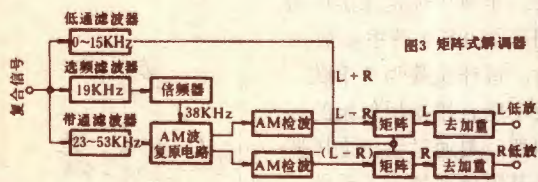

图3 矩阵式解调器
早期采用的多是矩阵式解调器(如图3)。它是采用直接解调调频立体声复合信号的方法,来获得左右声道的信号。首先,它用三个滤波器把立体声复合信号中的三个频率分量按频谱次序进行频率分割。即用0~15KHz的低通滤波器取出主信号  $M = L + R$ ;通过19KHz谐振回路取出导频信号;再一路通过23~53KHz的带通滤波器取出已调差信号(即副信道)。刚取
**答** 16欧10VA  $\phi 300$  扬声器虽然直径最大,低音最好,但是阻抗比原要求高一倍,最大输出功率只有5W,功率余量小,使放大器和扬声器都不能充分发挥作用。选用8欧3VA  $\phi 100$ 的扬声器较合理,这时放大器的最大输出功率能达到原定10W的要求,并比扬声器标称功率大3倍多,有足够的推动功率,虽然低音比 $\phi 300$ 的差一些,但也能达到较满意的效果。那么4欧0.5VA  $\phi 100$ 的扬声器,当然不能单独选用,否则就要烧坏,但是可以拿它来作辅助扬声器。其方法是在 $\phi 100$ 扬声器上串联一只4.7~10微法左右的无极性电容器,再和 $\phi 200$ 主扬声器并联(如图3),使低音和中音大部分不进入到 $\phi 100$ 扬声器,因为音乐中的大部分功率存在于低音和中音之中。当 $\phi 100$ 扬声器只进入高音时,就不会有过载的危险,并可扩大高音的声场,因为一般纸盒扬声器的高音的方向性很强,单只扬声器容易使高音的收听面狭窄而觉得高音不足,用两只扬声器就可得到改善。但这两只扬声器的纸盒振动相位应接得一致(试验方法见本刊1981年9期13页)。
不过在双主导轴驱动方式的三磁头盒式录音座中,左侧的小窗口往往放录音头或抹音头,而右侧的小窗口往往放入放音头或监听头,磁头排列如图3所示。